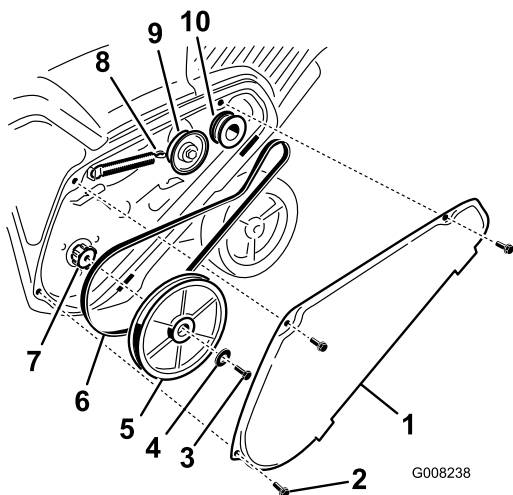

Figure 26
1. Enlevez le couvercle de la courroie d'entraînement après avoir retiré les 3 boulons comme montré à la Figure 26.
2. Décrochez le ressort de frein du bras de la poulie de tension pour détendre la courroie (Figure 26).
3. Enlevez la vis et la rondelle bombée qui retiennent la poulie de rotor (Figure 26).
4. Retirez la poulie de rotor et la courroie d'entraînement (Figure 26).
Remarque: Acheminez la courroie neuve autour de la poulie du moteur, puis de la poulie de tension, et enfin autour de la poulie de rotor desserrée, située juste au-dessus de l'arbre de rotor (Figure 26).
6. Montez la poulie de rotor sur l'arbre de rotor (Figure 26).
7. Montez la rondelle bombée et le boulon de fixation de la poulie de rotor, et serrez-les solidement (Figure 26).